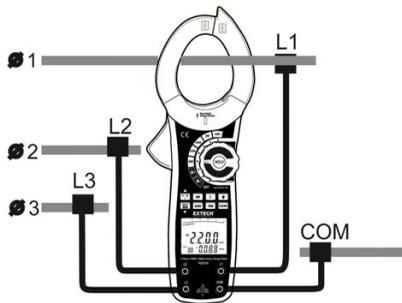

Figura 7
2. Conecte os quatro terminais de tensão como mostrado na Figura 7
1. Ligar os quatro tensão leva como mostrado na figura. 7 2
3. Ajuste o medidor de kW. A dupla mostra a potência ativa kW valor e o ângulo de fase (PG) valor.